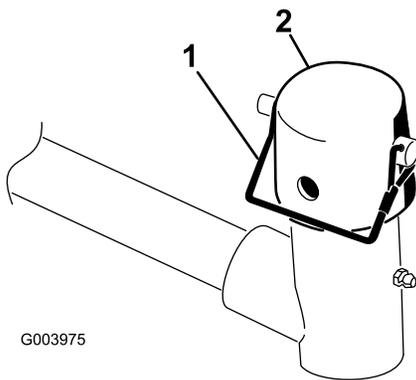

図 9
7. 昇降アームのピボットヨークからスナップピンとキャップを取る (図 9)。
11. スナップピンを使って、キャップとキャリアフレームのシャフトとを昇降アームのヨークに固定する。カuttingユニットをステアリングモードで使う場合はスロットを使い、固定モードで使用する場合には、穴を使う (図 9)。